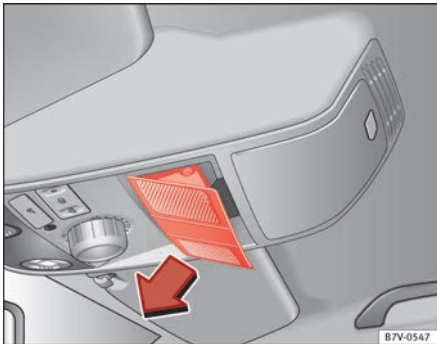

Abb. 193 Im Dachhimmel: Abdeckung entfernen.
- Abdeckung in Pfeilrichtung entfernen ⇒ Abb. 193.